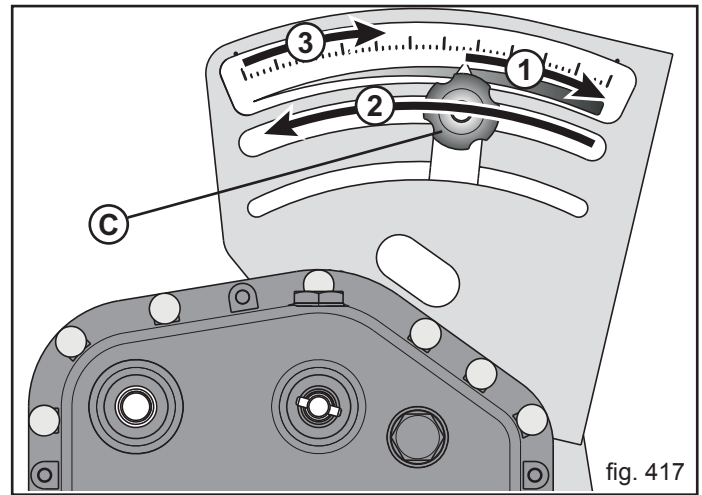

fig. 417
- 5) Lösen Sie die Feststellschraube an der Getriebeverstellung und (C, Abb. 417), den Hebel bis an den Endanschlag der Skala «50» (1) verschieben und ihn dann wieder auf «0» (Null) (2) stellen. Nun den Hebel auf den berechneten Wert stellen (3, Abb. 417). Die Verstellspindel mit der Feststellschraube wieder sichern.